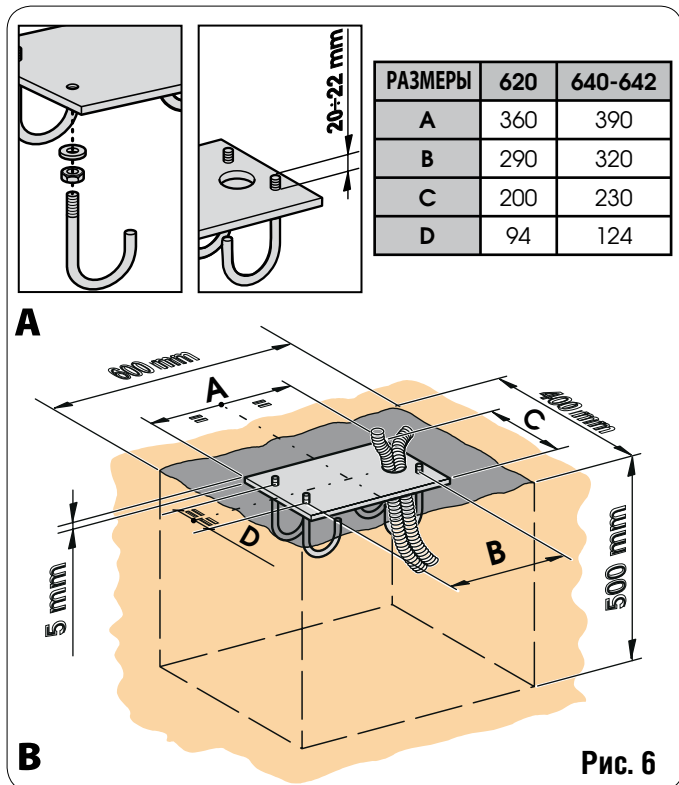

Рис. 6
- Соберите плиту основания, как показано на рис.6.